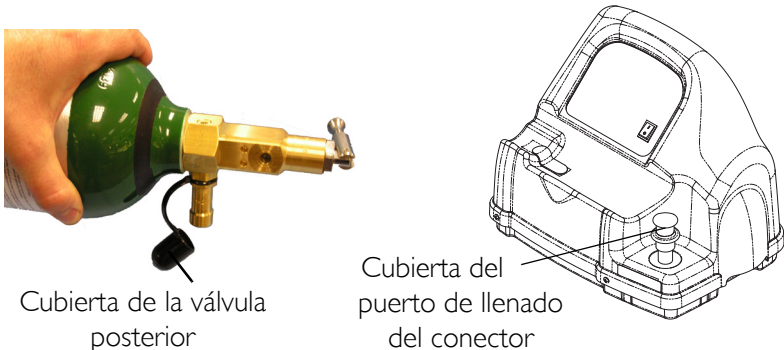

FIGURA 4.3 Cubiertas del puerto de llenado
4. Retire la cubierta de la válvula posterior (ubicada en el cilindro) y las cubiertas del puerto de llenado del conector (ubicadas en el compresor)(FIGURA 4.3).